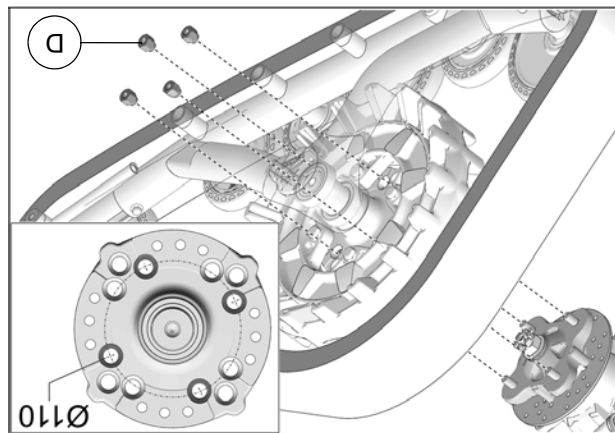

Fig. 11
9. Fixer le système de traction au moyen de roue arrière. Utilisez le cercle de perçage de Ø110mm et les écrous de roue (D) fournis. Voir Fig. 11